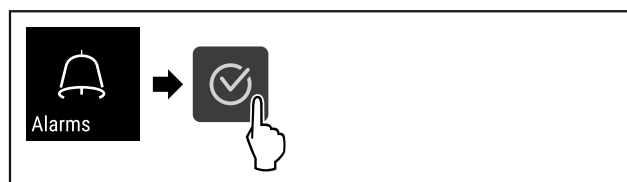

Fig. 107
- ▶ Proved'te akční kroky (viz Fig. 107).